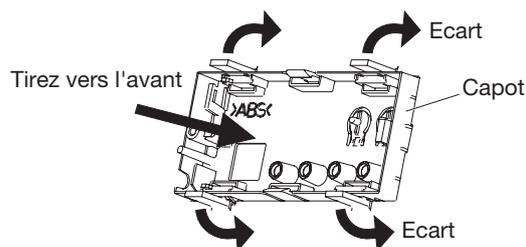

Fig. 3-11
1. Tirez les ergots du capot vers l'extérieur et retirez le couvercle de la partie avant du panneau. (Fig. 3-11)